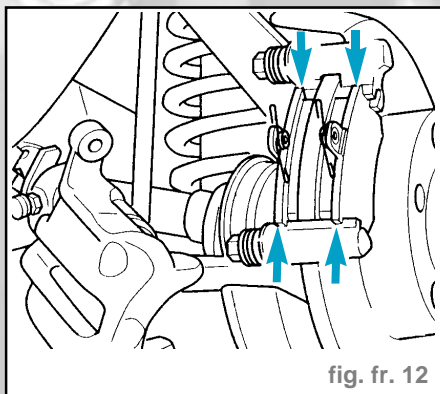

fig. fr. 12
- Mettre les garnitures de frein en place (fig. fr. 12).